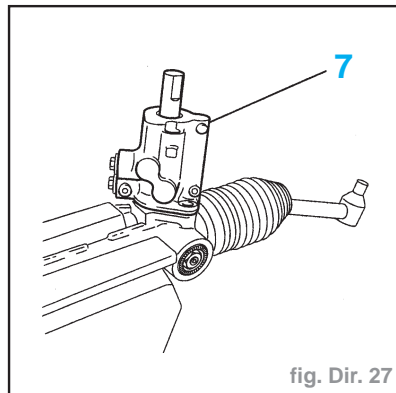

fig. Dir. 27
- Positionner la valve distributrice (7) (fig. Dir. 27).